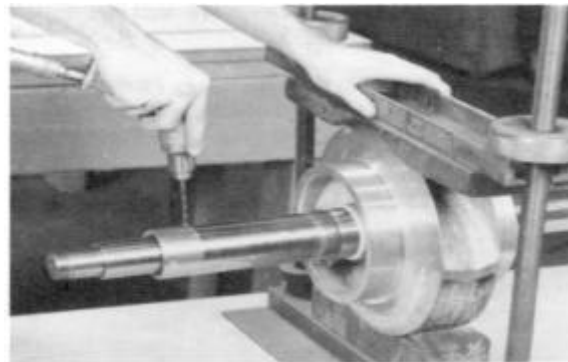

FIGURA 45 – PERFORACION DE ORIFICIO DEL TORNILLO FIJO.
7. Verifique que se mantenga la dimensión “C”, luego utilice una llave inglesa y un martillo para asegurar perfectamente las tuercas de la camisa del eje. Luego perforo un orificio poco profundo en el eje a través del hueco del tornillo fijo en cada una de las tuercas de la camisa del eje. Asegure cada tuerca de camisa de eje en su posición con los tornillos (3-902-3). Se puede utilizar un sellador de baja resistencia como Loctite 271, para retener los tornillos. (Consulte la Figura 45).